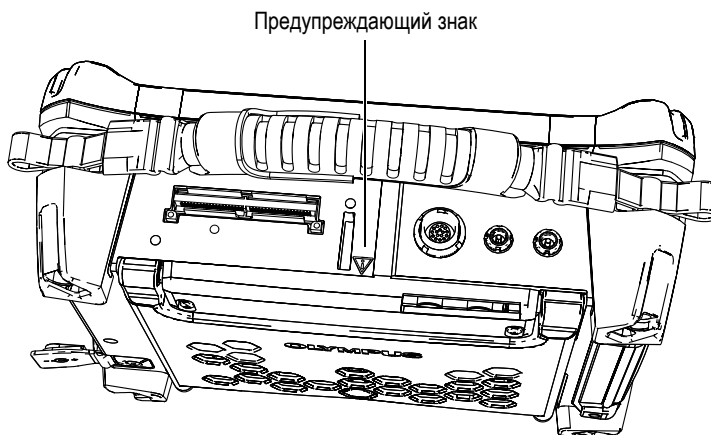

Рис. i-3 Предупреждающий знак на верхней панели OmniScan SX
- Во избежание поражения электрическим током не прикасайтесь к внутренним проводникам разъемов. На внутреннем контакте УЗ-разъемов (UT) может присутствовать напряжение до 340 В, а на разъеме ФР (РА) – до 115 В. Предупреждающий знак рядом с разъемами УЗ и ФР обращает внимание на риск поражения электротоком (см. Рис. i-3 на стр. 5).